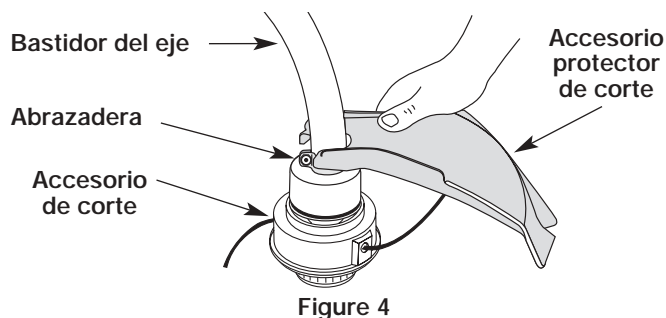

Figure 4
1. Coloque el accesorio protector de corte sobre el bastidor del eje por encima del ensamble de la abrazadera (Fig. 4).